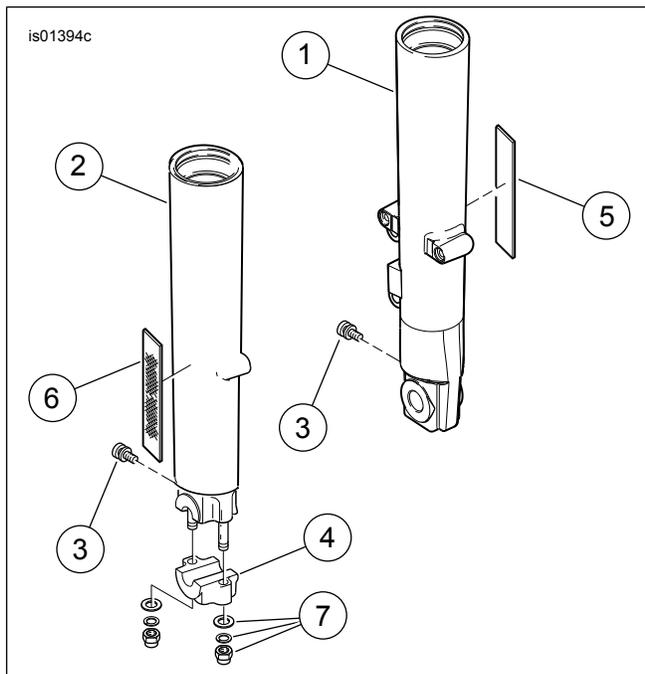
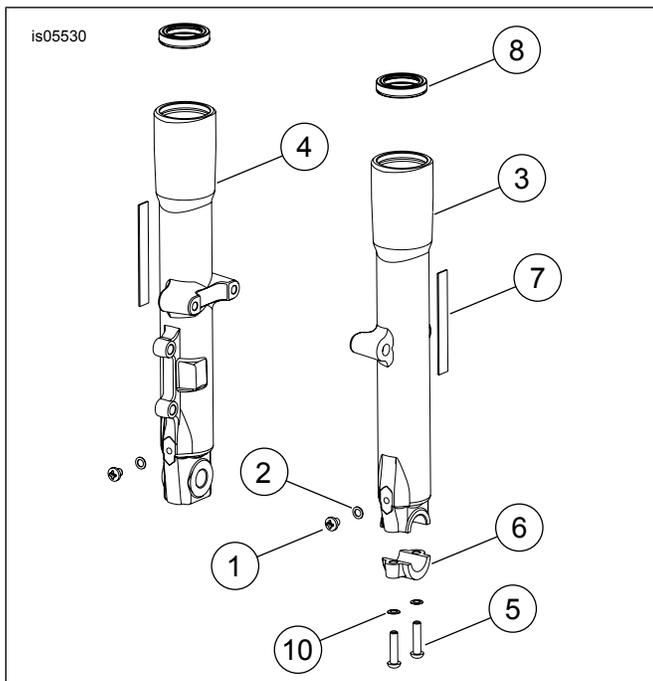

Figure 2. Pièces détachées : Fourreaux de fourche chromés – anciens modèles
Figure 3. Pièces détachées : Kits de fourreau chromé – Modèles récents
Voir Figure 2, Tableau 1, Figure 3 et Tableau 2.
5. Pour les modèles de 2000 et plus récents SAUF les modèles Touring : Voir Figure 1. À l'aide d'un morceau de fil dentaire (ou substance similaire), faire un va-et-vient pour détacher le réflecteur du fourreau de fourche des deux côtés. Retourner le réflecteur d'un côté à l'autre pour pouvoir le retirer. Conserver le réflecteur pour l'utilisation future. Voir Figure 2. Répéter la procédure pour le fourreau de fourche du côté opposé. Détacher tout excédent d'adhésif des deux réflecteurs. La surface doit être propre pour l'installation.
- Anciens modèles avec fourche de 39 mm (voir Figure 2) : Serrer à un couple de 1,5 à 1,9 N·m (13 à 17 lb·po).
- Anciens modèles avec fourche de 41 mm (voir Figure 2) : Serrer à un couple de 5,8 à 8,8 N·m (52 à 78 lb·po).
- Modèles récents (voir Figure 3) : Serrer à un couple de 5,8 à 8,8 N·m (52 à 78 lb·po).